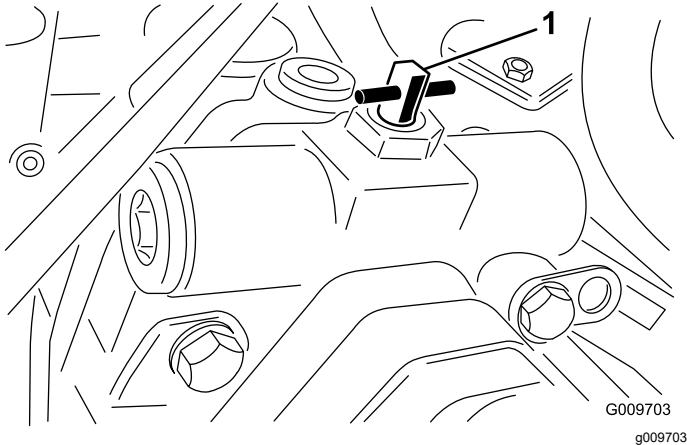

Bild 40
2. Drehen Sie das Ventil um eine Vierteldrehung nach rechts oder links, um es zu öffnen und Öl intern abzulenken (Bild 40). Weil das Öl abgelenkt wird, lässt sich die Zugmaschine ohne Schäden am Getriebe langsam bewegen. Merken Sie sich die Ventilstellung beim Öffnen oder Schließen.